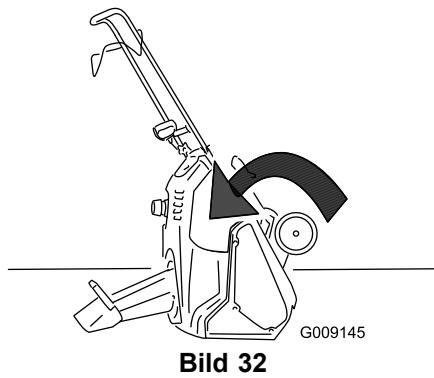

Bild 32
- Kippen Sie die Schneefräse nach vorne, um das Einbauen des Auspuffrohrs zu vereinfachen (Bild 32).